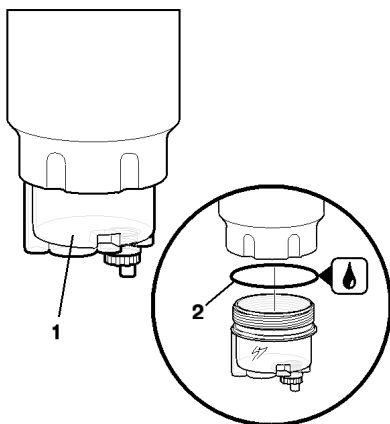

Рис. 14. Замена водосборного отстойника:
3. Отвернуть отстойник 1 (рис. 14) с помощью монтажных инструментов из упаковки нового отстойника, при этом необходимо удерживать сменный фильтр, чтобы он не отвернулся.